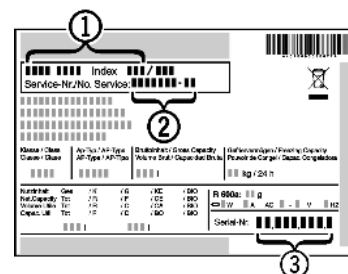

Fig. 79
- ▶ Считать обозначение устройства *Fig. 79 (1)*, сервисный номер *Fig. 79 (2)* и серийный номер *Fig. 79 (3)* с заводской таблички. Заводская табличка находится внутри устройства слева.